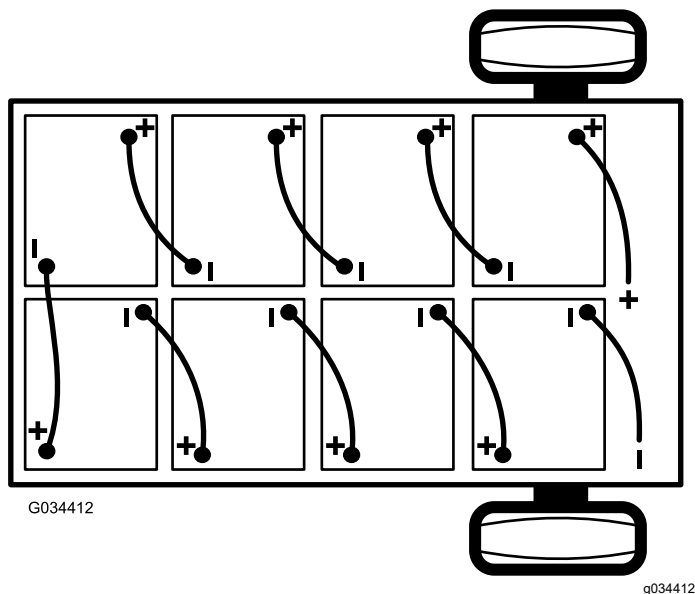

図 39
2. バッテリーと車体のアース端子を接続しているメインのマイナスケーブル黒を、バッテリーから外す 図 39。
3. バッテリーと車体のメインコンタクトとを接続しているメインのプラスケーブル赤を、バッテリーから外す 図 39。
注 バッテリーを新しく積み込む場合には、極性に十分注意してください 図 39。
6. 図 39 に示すように、1 で外した中間接続ケーブルを使ってバッテリーを相互に接続する。
2. 車体に接続されているメインのプラスケーブル赤を、バッテリーに接続する 図 39。
3. 車体のアース端子に接続されているメインのマイナスケーブル黒を、バッテリーに接続する 図 39。